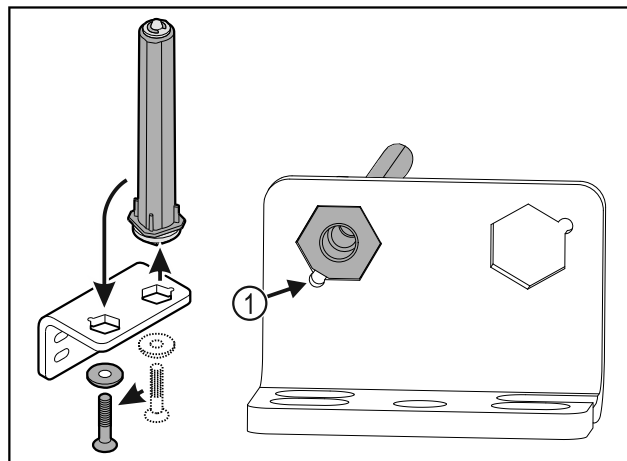

Fig. 32
- Dbejte, aby při vsazování ukazovalo zešikmení čepu Fig. 32 (1) ke kulatému otvoru.